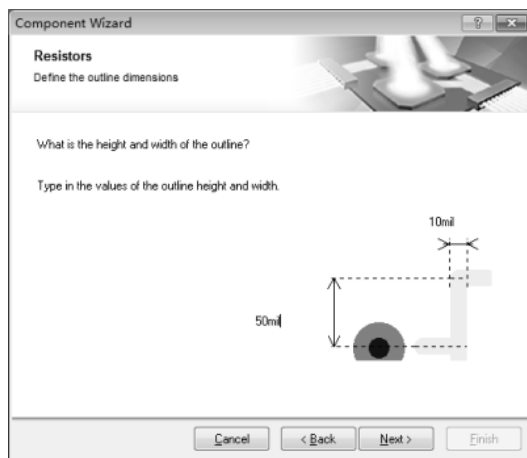

图 3.7.8 设置轮廓的高和宽
(6) 设置轮廓的高和宽：如图 3.7.8 所示，可以设置插针式电阻中心点至外沿轮廓的长度及轮廓线的宽度，本例中前者为“50mil”，后者为“10mil”，单击“Next”按钮。